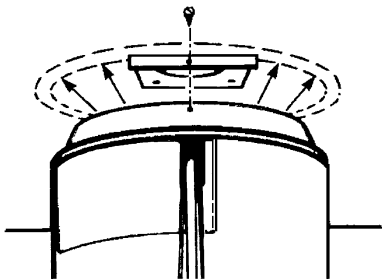

FIGURE 11.
4. Mettez le chauffe-eau en place contre le rebord de l'assemblage du conduit tel qu'illustré à la Figure 11.